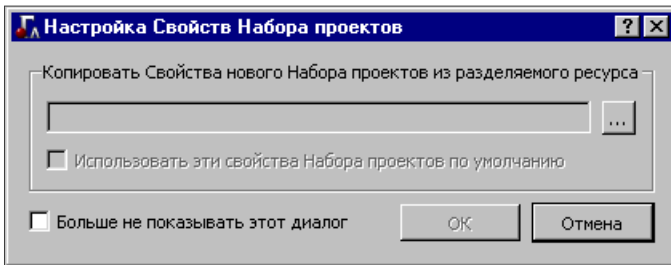

Рис. 3.1
Сразу после вызова команды открывается диалог **Настройка Свойств Набора проектов** (рис. 3.1).
Для этого кнопкой **Выбор**  (рис. 3.1) открываем нужный файл, а при необходимости отмечаем в разделе **Выбор настроек** флажками отдельные группы СНП.
Если будут использоваться свойства набора проектов по умолчанию, то диалог (рис. 3.1) можно закрыть или нажать кнопку **Отмена**.
Если установить флажок для параметра **Больше не показывать этот диалог** (рис. 3.1), то выбор свойств при следующих открытиях набора проектов станет невозможен.
**На заметку** При условии, что различные настройки СНП были сохранены в качестве разделяемых ресурсов, они могут использоваться при открытии набора проектов. Для этого с помощью кнопки **Выбор**  (рис. 3.1) открываем нужный файл, а при необходимости отмечаем флажками отдельные группы СНП.
**На заметку** Если в диалоге настройки СНП (рис. 3.1) установить флажок для параметра **Использовать эти свойства Набора проектов по умолчанию**, то при следующем открытии набора проектов требуемые свойства будут уже выбраны.